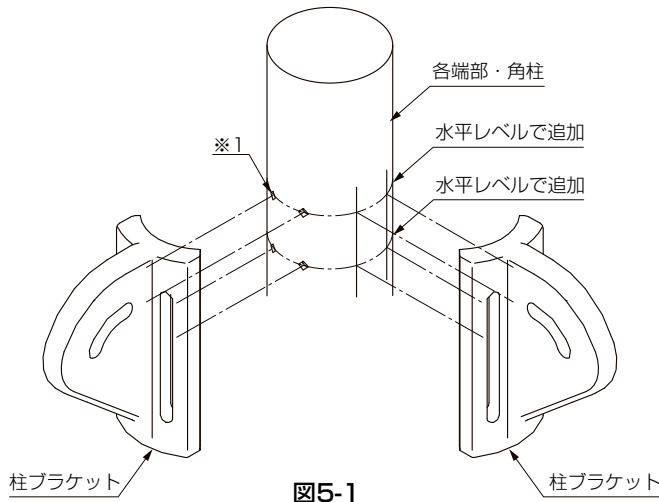

図5-1
- すでにあいている穴（※1）と水平レベルを合わせて、 $\phi 3.6$ を4ヶ所にあけてください。（図5-1参照）